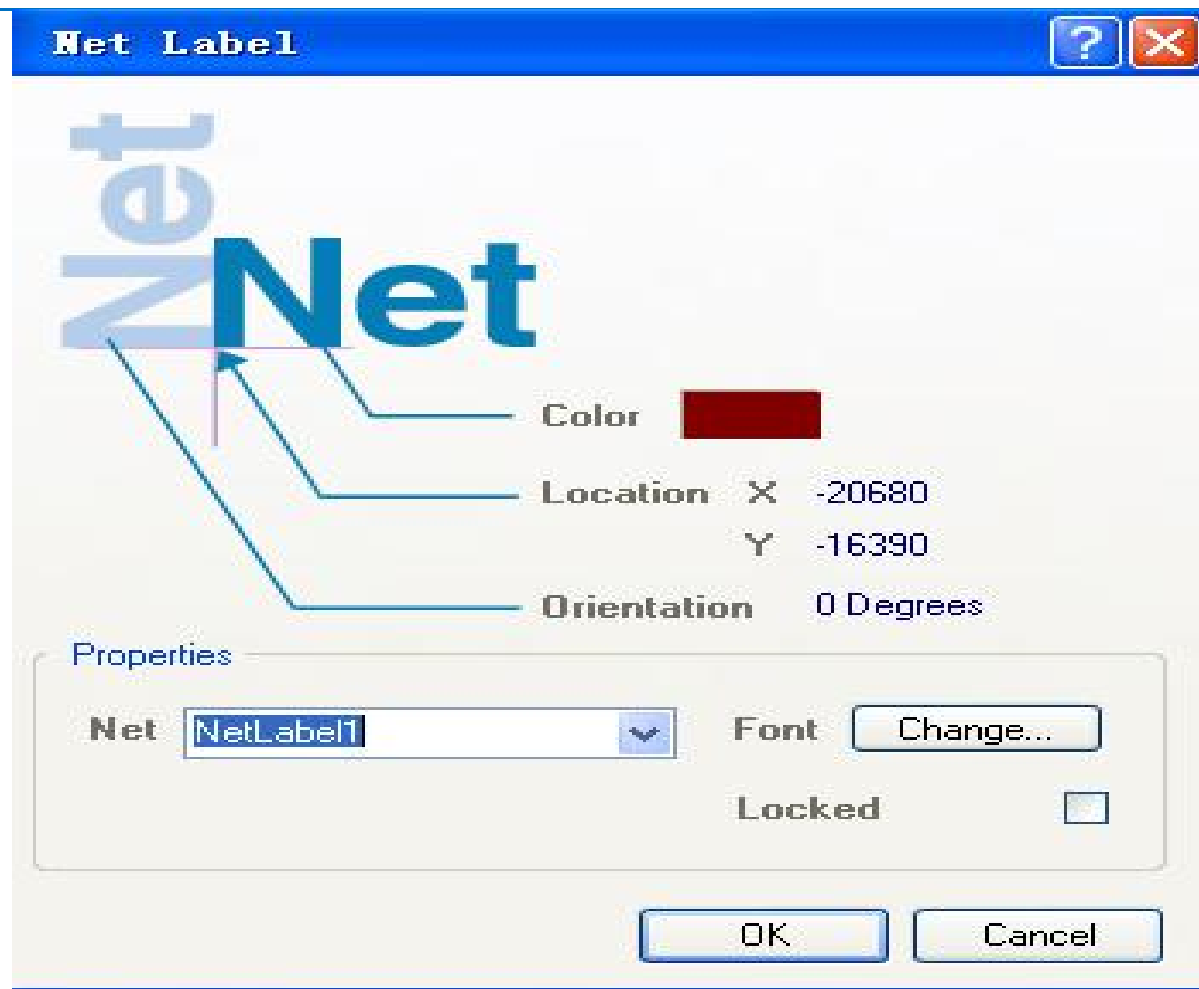

图3-49 Net label 对话框
3) 设置网络标号的属性。在放置状态时按**Tab**键，或放置到图纸上后，双击网络标号，系统弹出**Net Label**（网络标号）属性设置对话框，如图3-49所示。设置完毕，单击**Ok**按钮